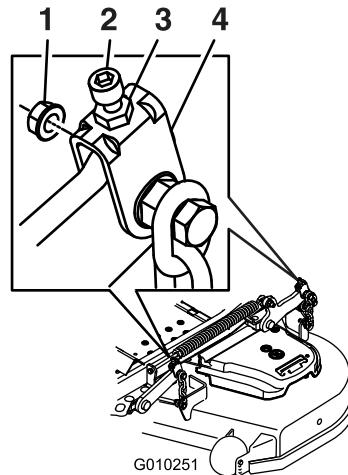
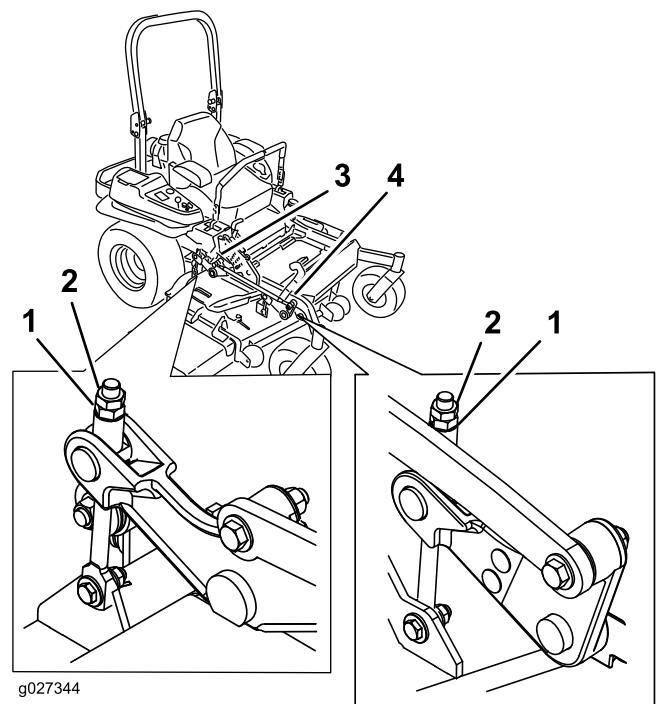

Figure 106
Figure 107
10. Ajustez précisément le serrage de l'écrou de réglage sur l'ensemble de levage du tablier avant (Figure 106 ou Figure 107).
16. Ajustez précisément la vis de réglage en la tournant jusqu'à obtention d'une hauteur de 8,3 mm (3 $\frac{1}{4}$ po) (Figure 107). Tournez l'écrou de réglage dans le sens horaire pour augmenter la hauteur et dans le sens antihoraire pour la diminuer.